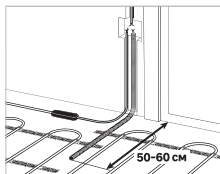

Рис. 2
Датчик температуры размещается в гофрированную пластиковую трубку. Торец трубки закрывается герметичной заглушкой, предотвращающей попадание внутрь раствора для крепления плитки или цементного раствора при устройстве теплого пола. Гофрированная трубка с датчиком внутри располагается на уровне греющего кабеля, между его витками, на равном удалении от них (рис. 2).
4. Подготовьте терморегулятор. Для этого снимите модуль управления и вставьте тонкую шлицевую отвертку в зазор между Модулем управления и стальной рамкой; поднимите ручку отвертки до отщелкивания защелки (до характерного щелчка) (рис. 2а). Повторите действие с тремя оставшимися углами.
5. Отсоедините модуль управления от модуля питания (рис. 2б).
6. При продаже на модуле управления установлена переходная рамка для монтажа терморегулятора в блок рамок серии Legrand Valena «VAL» (рис. 2в). При необходимости её замены на рамку переходную Lexman Victoria «VIC» (входит в комплект поставки), необходимо разобрать модуль управления, надавив тонкой шлицевой отверткой на защёлки (рис. 2в).
Рис. 2б.
Рис. 2в.